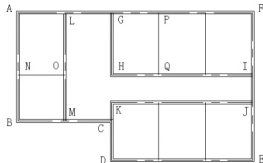

图 2.36 绘制 CKJ、LM 内墙
(3) 按 Enter 键重复执行【多线】命令,分别绘制 CKJ、LM 这两段内墙,如图 2.36 所示。
(4) 按 Enter 键重复执行【多线】命令, 捕捉如图 2.36 所示的 N 点和 O 点, 则绘制出 NO 内墙, 按 Enter 键结束命令。